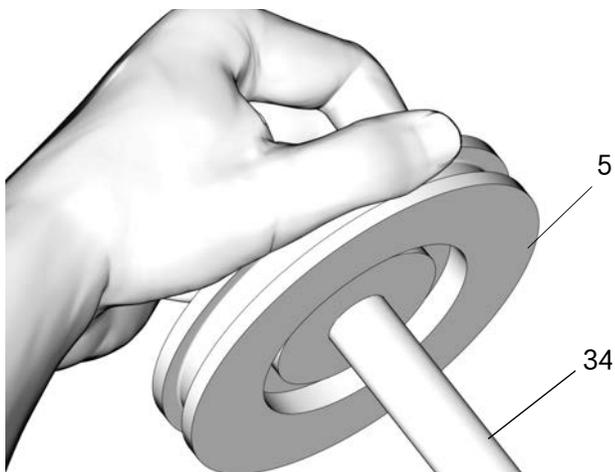

图 30
6. 推活塞 (5) 在活塞杆 (34) 的端头上, 直至其位于杆上 (图 30)。